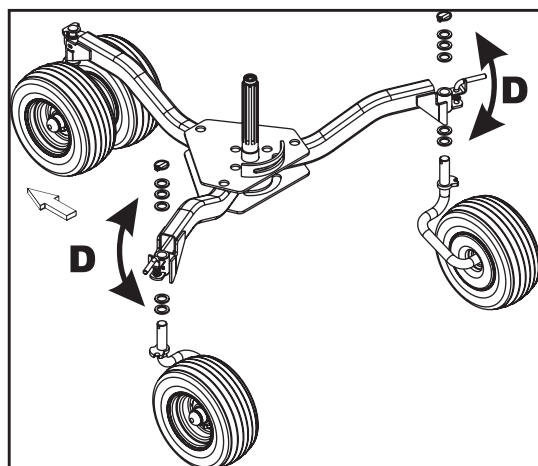

Рисунок 4-4
Настройка (Рисунок 4-4):
- Наклон роторов регулируется путем произвольного монтажа 5мм дисков (D) над или под креплением оси (рисунок 4-4).